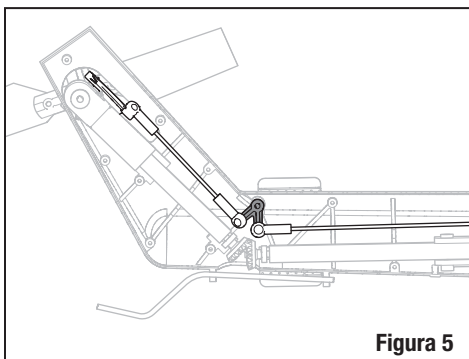

Figura 5
13. Tenere in posizione la leva per il rotore di coda sollevato, mentre si regola la lunghezza del comando di coda per centrare la squadretta, come si vede nella figura 5.
16. Per prima cosa accertarsi che l'ingranaggio B sia installato correttamente. Poi, con attenzione, montare la parte destra del gruppo posteriore della fusoliera. Verificare che la leva di comando della coda e i cuscinetti siano inseriti correttamente e che tutto l'insieme combaci. Inserire le viti da 1,2x4mm attraverso il lato destro fino ad entrare nel sinistro, vedi figura 5.